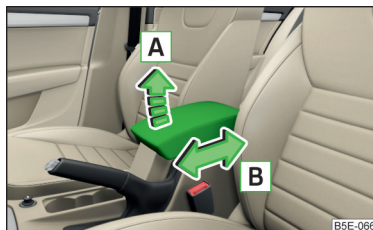

Abb. 88
- › Zur **Höheneinstellung** die Armlehne in Pfeilrichtung **A** in eine der Raststellungen anheben » **Abb. 88**.